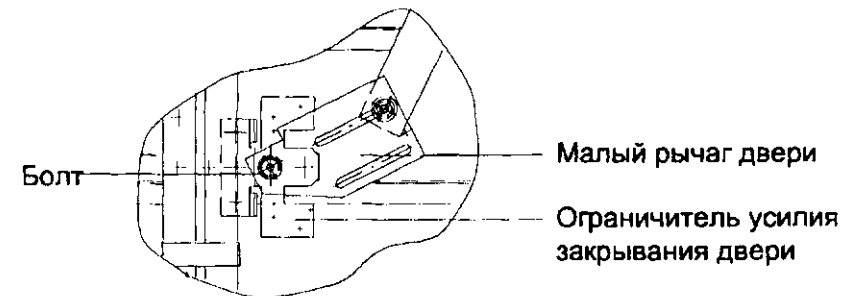

Рис. 6 Установка ограничителя усилия закрытия на малый рычаг двери
10. Установить ограничитель усилия закрытия на малый рычаг двери. (См. Рис. 6)